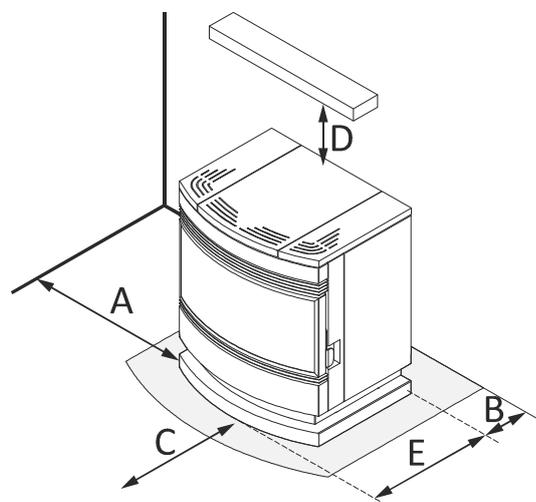

Figura 5
- 4.19.** Verificarsi gli spazi tra la stufa, il combustibile e qualunque tipo di materiale infiammabile, controlli nella *figura 5 e 6*.